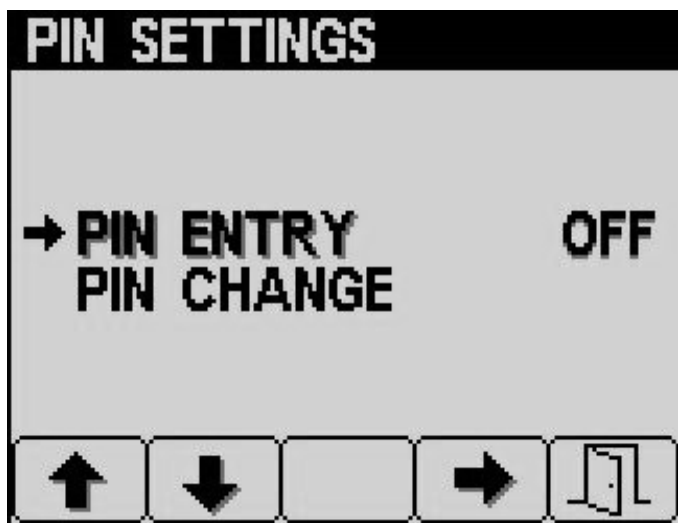

Bild 14
5. Drücken Sie Taste 2, bis Sie auf dem Bildschirm „PIN-Einstellungen“ den Eintrag „PIN ändern“ erreichen und drücken Sie Taste 4, um „PIN ändern“ auszuwählen (Bild 14).